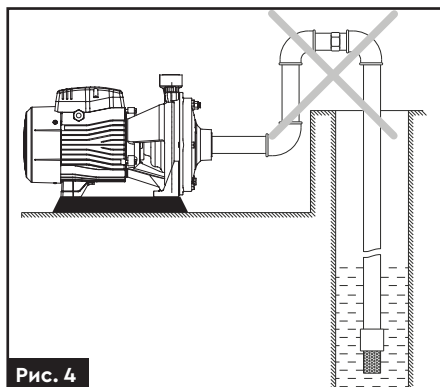

Рис. 4
- На вхідному трубопроводі має бути якомога менше вигинів для безперешкодного проходження води у вхідний отвір насоса (**рис. 4**).